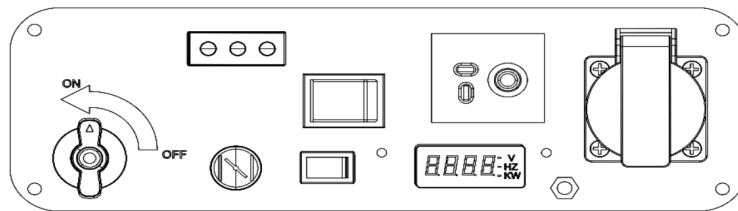

Ilustración 6. Mango de la válvula de combustible en estado abierto.
4.1 Abra la válvula de combustible, ver ilustración 6.